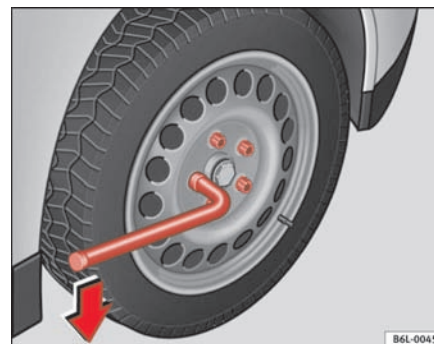

Fig. 122 Hjulskift: Sådan løsnes hjulboltene.
- Tag fat i enden af hjulnøglen, og drej bolten ca. en omdrejning mod **venstre** ⇒ fig. 122.